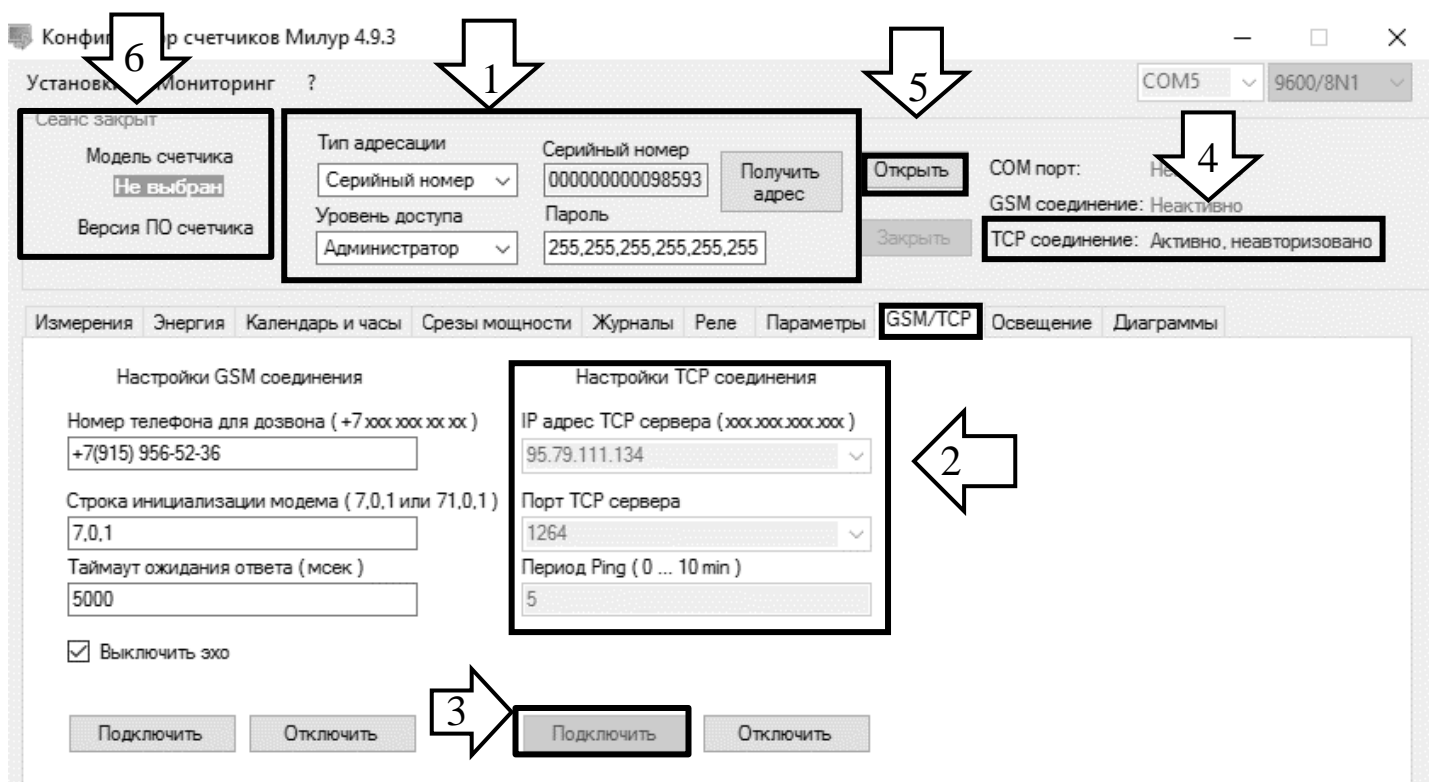

Рисунок 22 – Настройки TCP-соединения
- нажать кнопку «Получить адрес» (рисунок 22→1);
- на вкладке «GSM/TCP» ввести IP - адрес и IP - порт используемого TCP - сервера, которые были заданы в SMS-сообщении (рисунок 22→2);
- нажать кнопку «Подключить», находящуюся под настройкой TCP – соединения (рисунок 22→3);
- в верхнем меню сеанса связи Конфигуратора счетчиков Милур напротив TCP - соединения появится надпись: «Активно, неавторизовано» (рисунок 22→4);
- в верхнем меню сеанса связи Конфигуратора счетчиков Милур нажать кнопку «Открыть» (рисунок 22→5);
- на панели настроек конфигуратора отобразится надпись: «Сеанс открыт: администратор», считаются данные о модели счетчика и версии его ПО (рисунок 22→6);